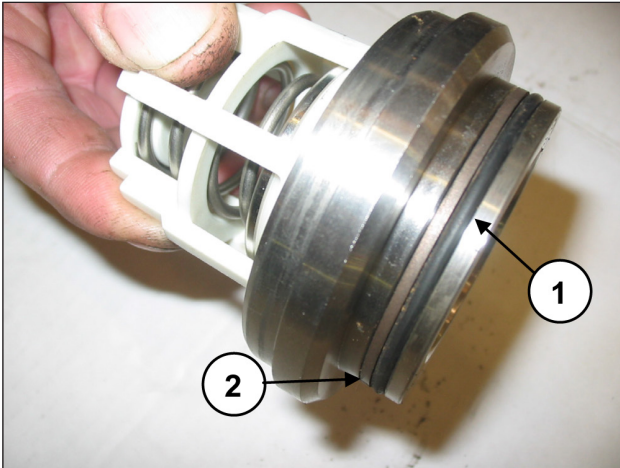

Fig. 123
Monter le joint torique, rep. vue éclatée 5 (rep. ①, Fig. 123) et la bague anti-extrusion, rep. vue éclatée 15 (rep. ②, Fig. 123) sur le siège de la soupape de refoulement.